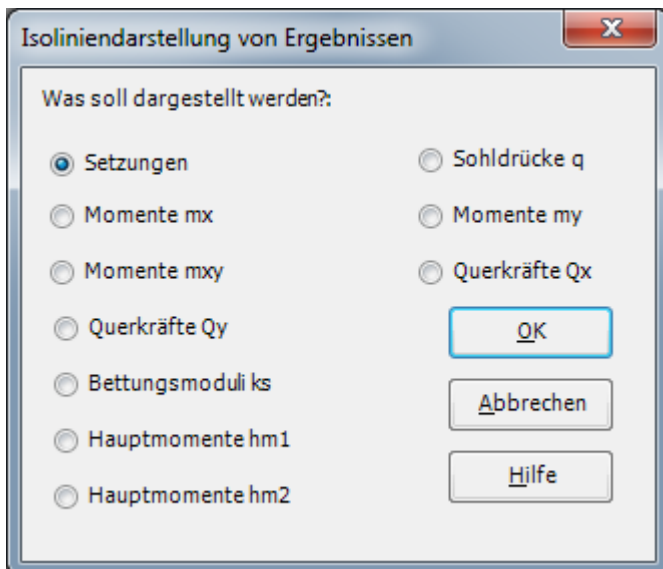

Bild 3.43 Optionsfeld "Isoliniendarstellung von Ergebnissen"
- Wählen Sie "Isolinien" aus dem "Ergebnisse"-Menü. Das folgende Optionsfeld im Bild 3.43 erscheint